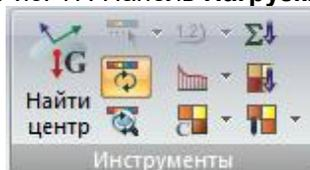

Рис. 18. Панель Инструменты
- **Инструменты** (рис.18) – операции по настройке графического отображения результатов и исходных данных схемы, а также функции по представлению исходных данных